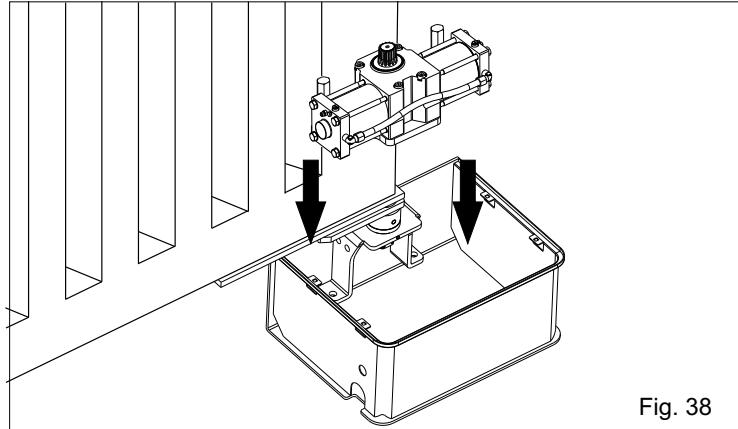
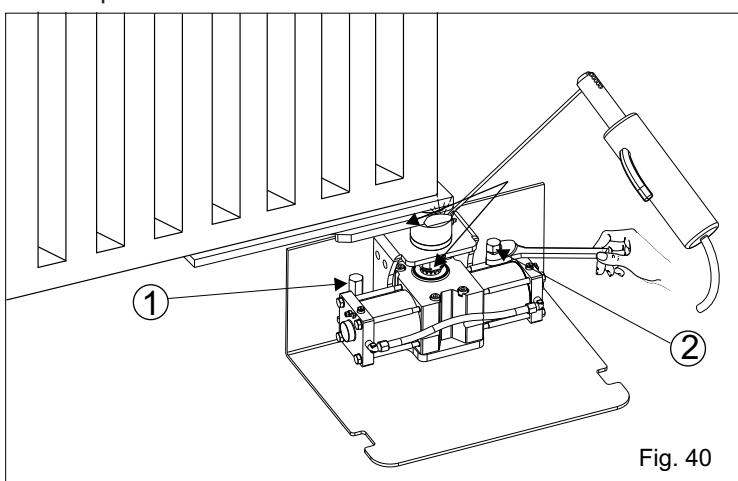

Fig. 38
Fig. 40
12.1. Introduire l'opérateur manuellement à l'intérieur de la caisse portante (Fig. 38) et insérer l'arbre cannelé de l'opérateur dans la douille cannelée de la caisse en fixant l'actuateur avec les vis spéciales comme en Fig.40.